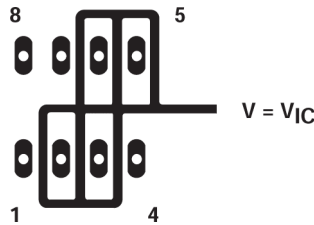
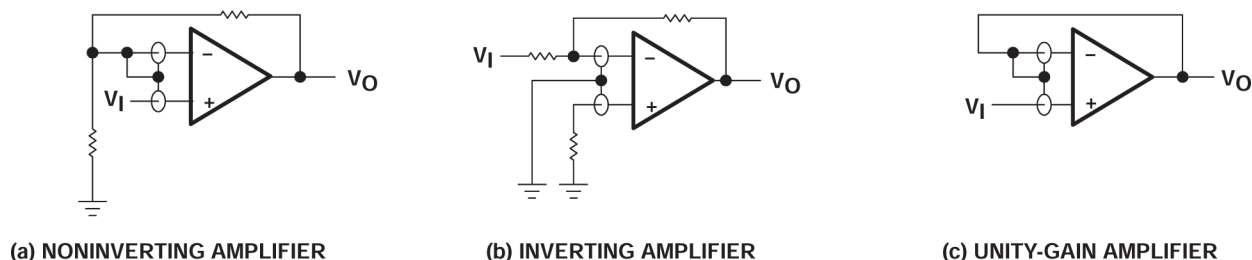

图 6-4. 器件输入端周围的隔离金属（P 封装）
图 7-5. 防护环方案
1. 将器件与其他潜在的泄漏源隔离。在器件输入端周围和之间使用接地屏蔽层（请参阅图 6-4）。否则可能流向输入端的泄漏电流被分流。
由于极高的输入阻抗和由此产生的低偏置电流要求，TLC27Lx 是低电平信号处理的绝佳选择。但是，印刷电路板和插座上的泄漏电流有时很容易超过偏置电流要求，且会导致器件性能下降。最佳实践是在输入端周围添加防护环 (类似于 参数测量信息 一节中 图 6-4 的防护环)。在与共模输入相同的电压电平下，从低阻抗源驱动这些防护装置 (请参阅 图 7-5)。